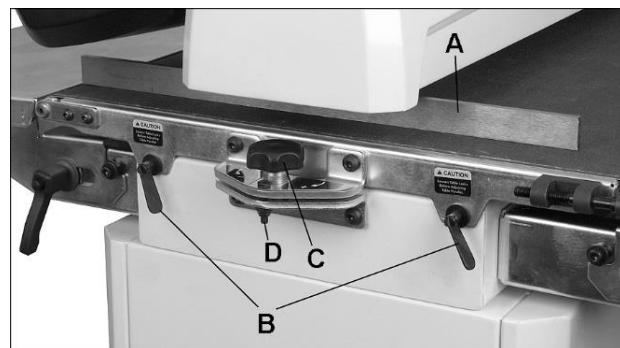

Рис. 8-4: выравнивание барабана
3. Установите линейку между барабаном и столом транспортера с внешней стороны барабана (A, Рис. 8-4).
3. Если в месте нахлеста при шлифовании видна борозда, ослабьте оба фиксатора стола (B, Рис. 8-4) и немного опустите внешнюю сторону стола с помощью ручки (C).
Примечание: при обработке узкой заготовки (ширина менее 560 мм) верните стол транспортера в положение, параллельное шлифовальному барабану. Поворачивайте ручку в противоположном направлении до касания со стопорной гайкой (D, Рис. 8-4). Стопорная гайка является упором для установки параллельности стола.